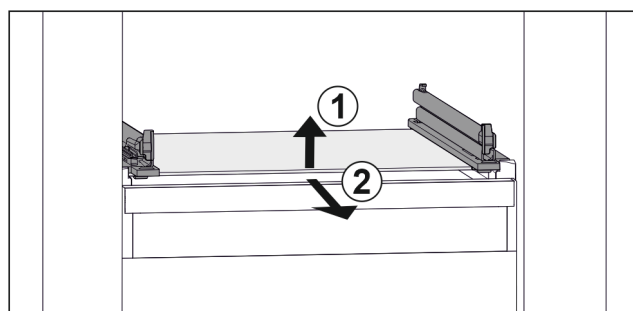

Fig. 116 Representación de la placa de vidrio a modo de ejemplo
- Levante la placa de vidrio por delante. Fig. 116 (1)
- Retire la placa de vidrio hacia adelante. Fig. 116 (2)